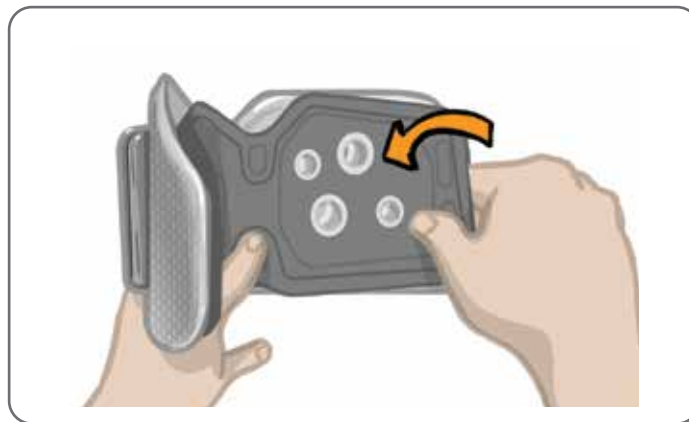

Bild 6-4: Fästa den personliga panelen
1. För den personliga panelen i normalstorlek passar du in de fyra knappålen på underbensmanschetten i normalstorlek. Se bild 6-4.